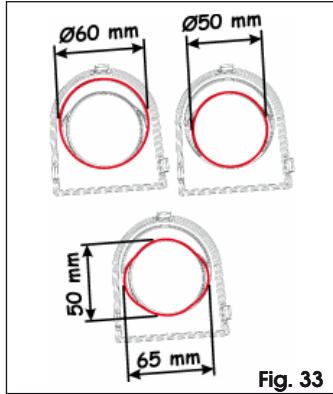

Fig. 33
- Aprire sul tappo anteriore il prefabbricato corrispondente al tipo di asta montata, vedi Fig. 33 e fissarlo al carter di sblocco.